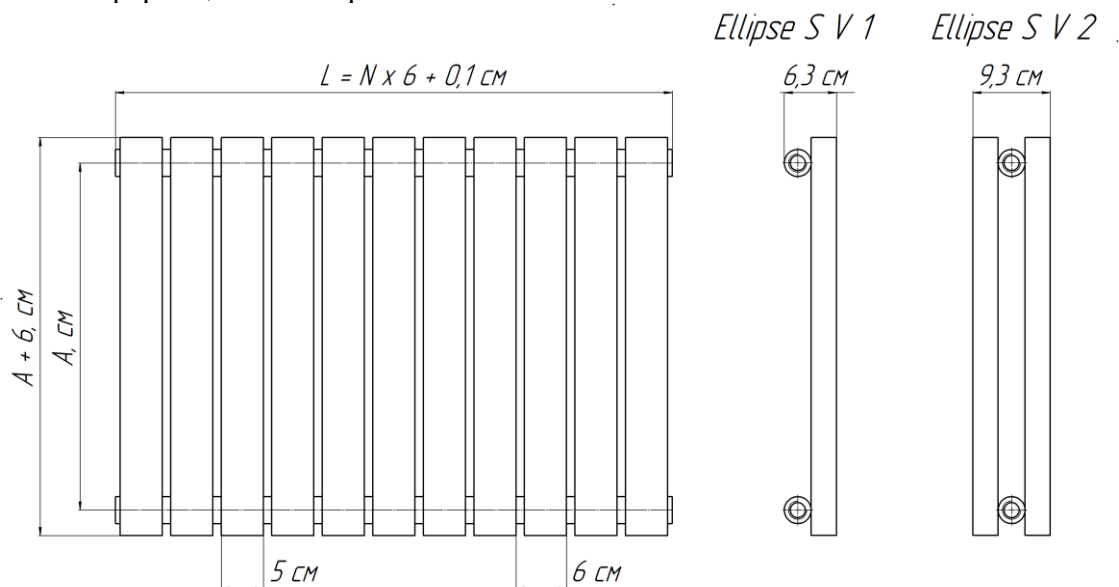

Рис. 1 Радиатор «ELLIPSE S V», где: A – межцентровой размер; N – количество секций; L – габаритная длина.
2.1. Основные размеры и параметры радиаторов приведены на Рис.1 и в Таблице №1.